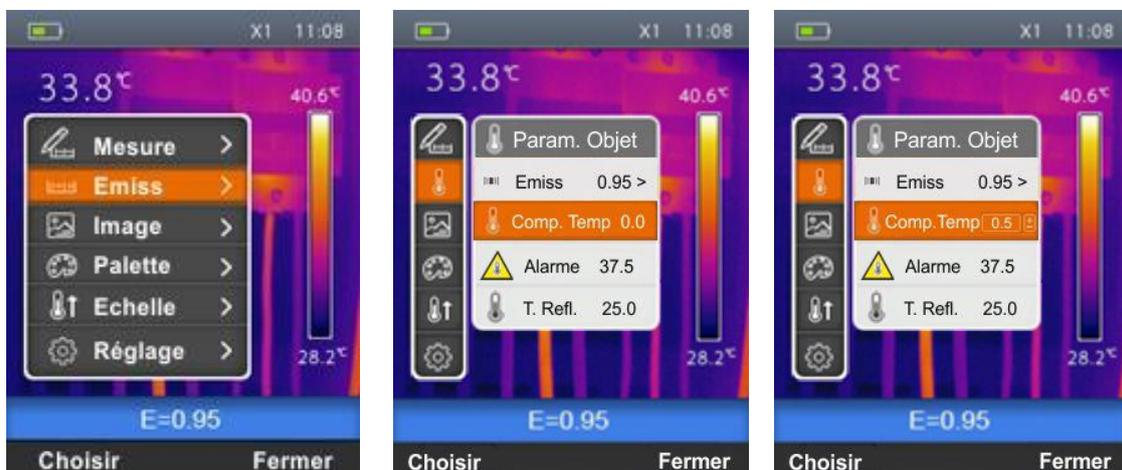

Fig. 19 : Réglage de la compensation de température sur l'instrument
1. Sélectionner « Émiss » à l'aide des touches  $\oplus$  ou  $\ominus$  et appuyer sur la touche  $\equiv$ . La page-écran de Fig. 19 – partie centrale est affichée à l'écran
2. Utiliser les touches  $\oplus$  ou  $\ominus$  pour sélectionner «Comp. Temp» et appuyer sur la touche  $\left[ \right]$ . La page-écran de Fig. 19 – partie droite est affichée.